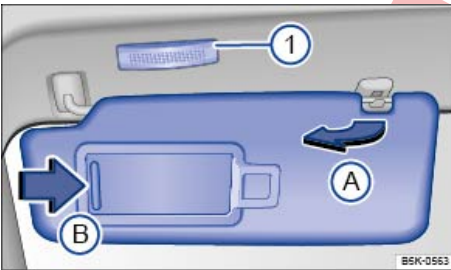

Fig. 121 En el revestimiento interior de la parte delantera del techo: parasol.
- Se pueden extraer del soporte y girar hacia las puertas ⇒ fig. 121 (A).